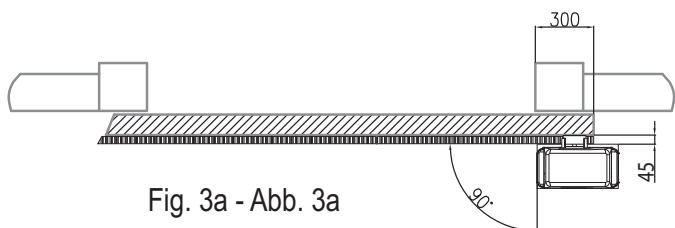
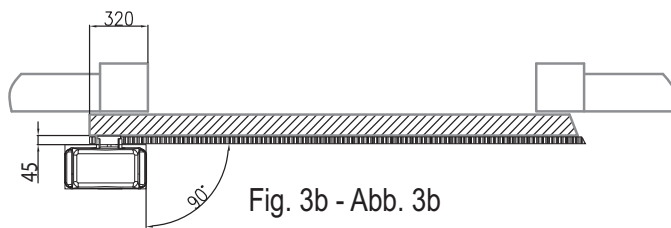

Fig. 3a - Abb. 3a
Fig. 3b - Abb. 3b
3. Noyer dans le béton les gaines et la plaque de fondation après en avoir contrôlé, avec un niveau, les distances et l'horizontalité. Respecter les mesures et les angles indiqués dans la Fig. 3a (installation droite) et dans la Fig. 3b (installation gauche).
3. Cubra con hormigón los canales y la placa de cimentación después de haber controlado, con la ayuda de un nivel, las cotas y la horizontalidad. Respete las medidas y los ángulos que se indican en la Fig. 3a (instalación derecha) y en la Fig. 3b (instalación izquierda).